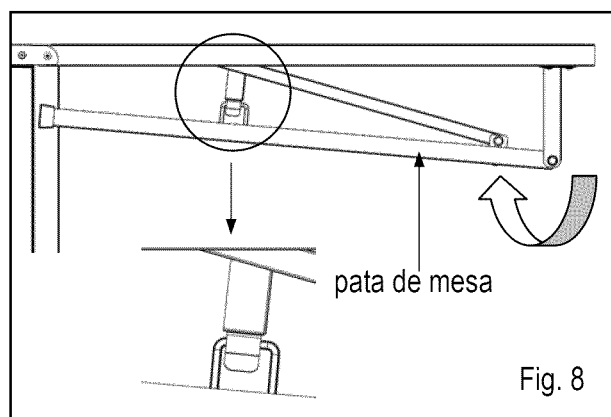

Fig. 8
6. Asegure las patas de la mesa en la parte inferior de la mesa según como se muestra. (Fig. 8)